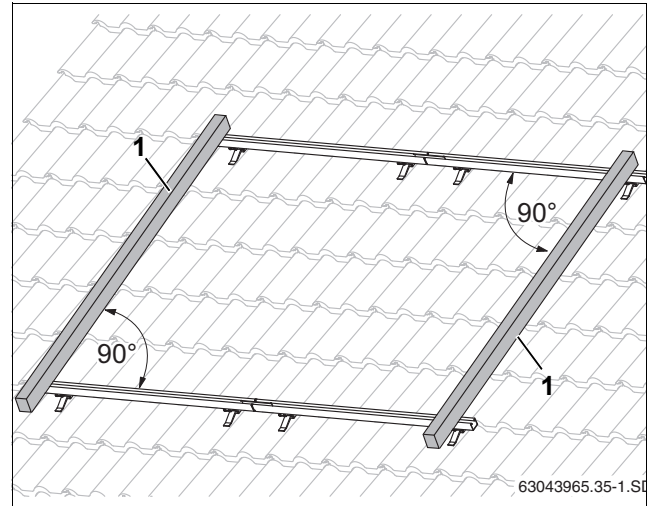

Рис. 33 Выравнивание профильных реек
- Выровняйте верхние и нижние профильные рейки относительно друг друга по краям в горизонтальной плоскости (рис. 33, используйте уровень).
Измерьте диагонали или положите планку (рис. 33, [1]) на концы профильных реек. Угол между планкой и профильной рейкой должен составлять 90°. Выровняйте профильные рейки в продольных отверстиях.